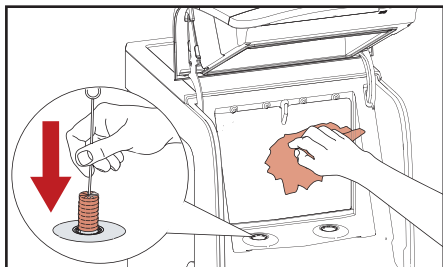

Рис. 5.9 — Очистка контейнера для охлаждения
4. Очистите отверстие дозатора щеткой, а контейнер для охлаждения протрите изнутри чистой влажной тканью (рис. 5.9). Затем вытрите насухо чистой салфеткой.